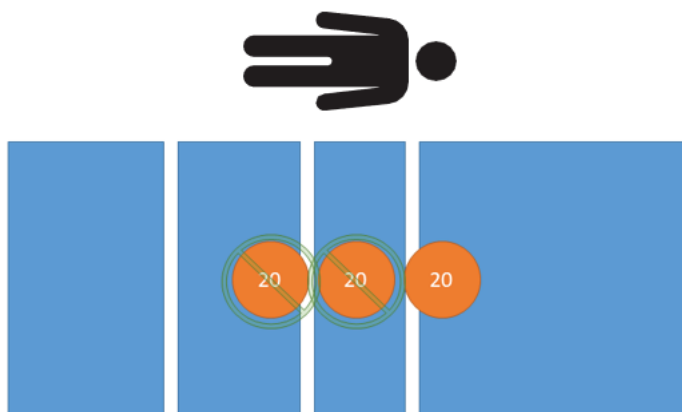

Figure 28 – Test de tarage - 20 kg net
3. En utilisant des poids étalonnés, placer 20 kg sur le produit (Figure 28).
11. En utilisant des poids étalonnés, placer 20 kg sur le produit (Figure 28).